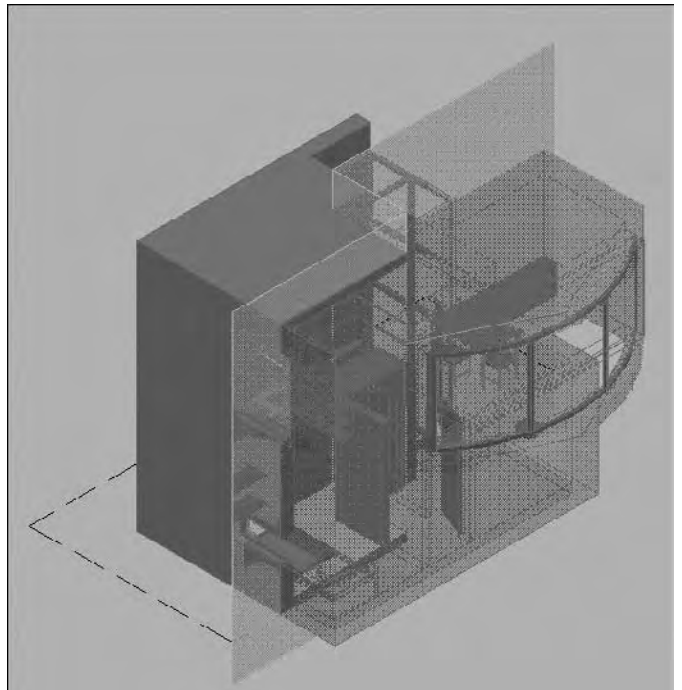

Fig.8.15
- **Géométrie délimitée** (Cut-away Geometry) : définit l'aspect de la partie coupée de l'objet 3D par la coupe. Par défaut cette partie est affichée en rouge avec un taux de transparence de 50% (fig.8.15).